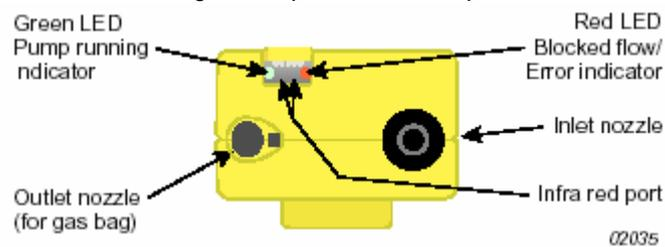

Fig.2: Campionatori serie Apex – parte superiore
1. Utilizzare un tubetto adatto (5mm di diametro interno nominale) per collegare la Tedlar bag al campionatore (vedere fig 2).